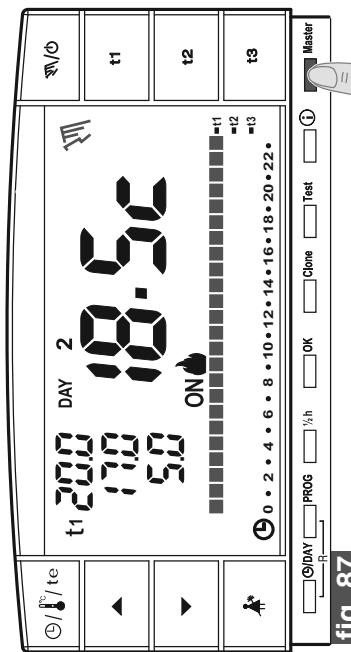

fig. 87
- Pulsar por un instante el botón "Master", en la pantalla desaparece el mensaje "Máster": el cronotermostato permanece en funcionamiento "manual permanente" y las zonas asignadas al máster vuelven a ser controladas por los respectivos transmisores. (ejemplo fig. 87).